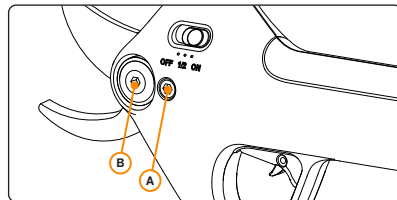

Abbildung 7. Abnehmen der Getriebeabdeckung.
2. **Entfernen Sie Getriebeabdeckung.** Lösen Sie die (2) 4-mm-Inbusschrauben wie in Abbildung 7 dargestellt.